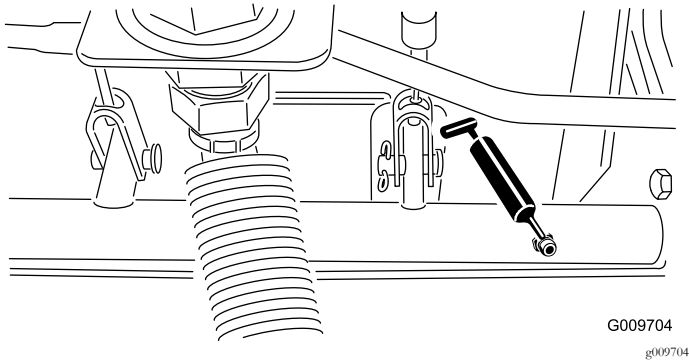

Figure 32
- Roulements d'axes de pivots de freins (5), comme montré à la Figure 32.